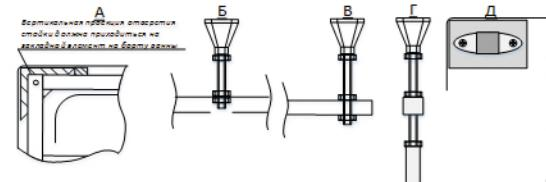

Рис. 4
6. Выставить с помощью уровня и рулетки одинаковую высоту на всех опорах до борта ванны. (Рис. 4).